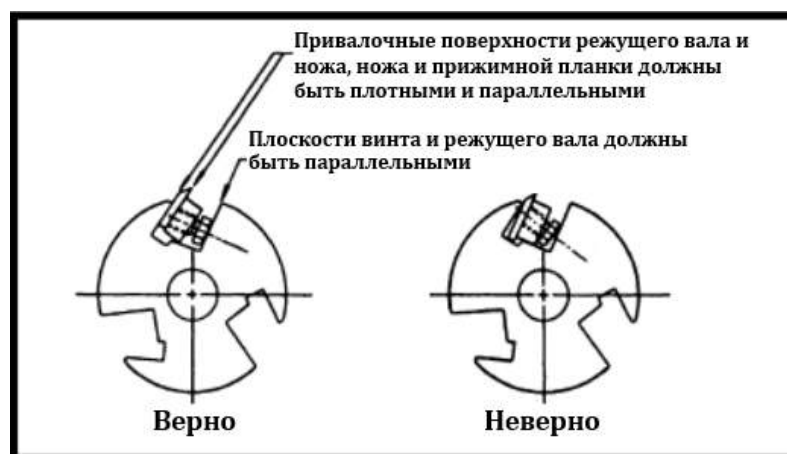

Рис. 48
**НОЖИ ДОЛЖНЫ УСТАНАВЛИВАТЬСЯ НАДЛЕЖАЩИМ ОБРАЗОМ, КАК ПОКАЗАНО НА РИС. 48.**